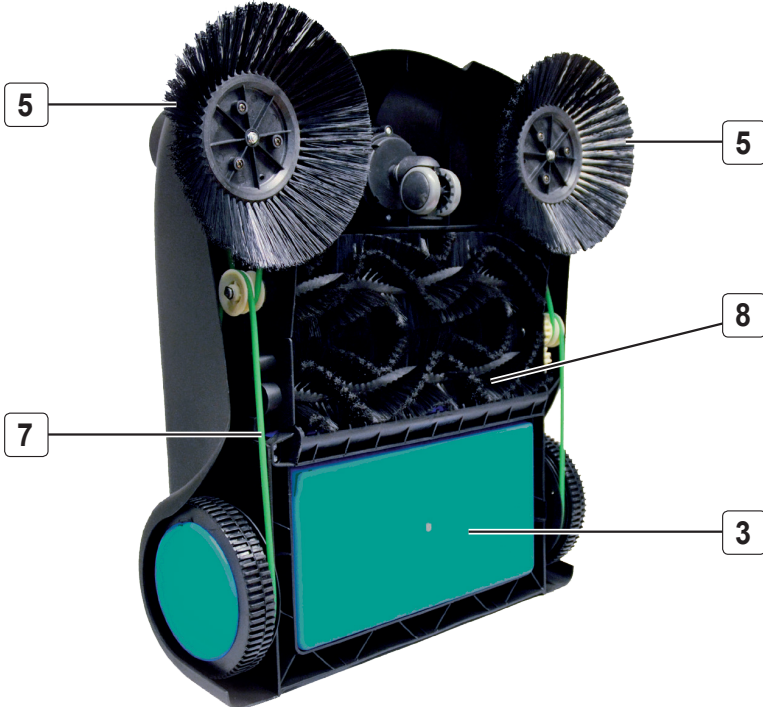

FIG.2
- Demontarea rezervorului (3) de unde se vor scoate periile rotunde (5);
- Clemele metalice stânga/dreapta se vor monta (Fig.2) cu ajutorul suruburilor (C);
- Cu șuruburile (D) și a piulițelor (F) se va monta și regla mânerul împingător (1);
- Cu șurubul (4) reglați înălțimea față de sol până ce periile sunt în contact cu suprafața.